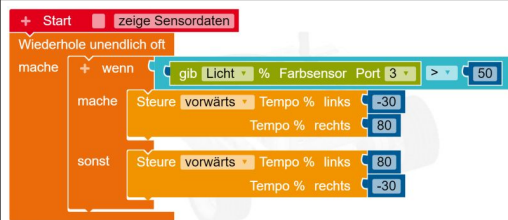

Abbildung 52¹⁾
27. Erzeugen Sie ein Programm entsprechend der Abb. 52 und testen Sie es auf der Übungsstrecke.